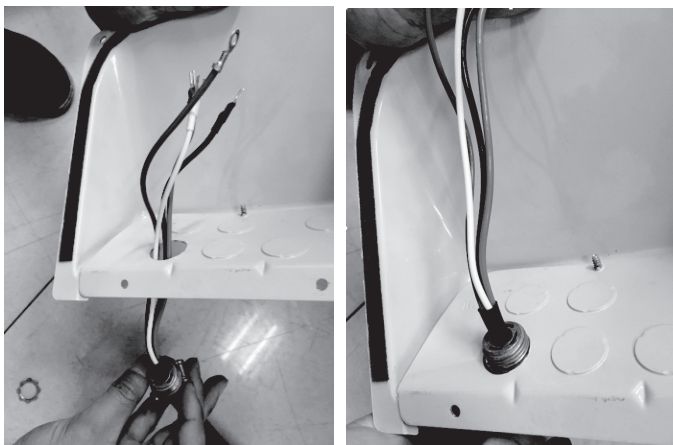

**Fig. 8.7**
1. Retirez les vis du couvercle du câblage électrique du condenseur extérieur, tel qu'indiqué sur l'image ci-dessous et la **Fig.8.7**, et retirez-le.
**TOUS LES CÂBLAGES DOIVENT ÊTRE INSTALLÉS EN RESPECTANT RIGOREUSEMENT LE SCHÉMA DE CÂBLAGE SITUÉ À L'INTÉRIEUR DU COUVERCLE DES CÂBLES DU CONDENSEUR EXTÉRIEUR, COMME INDIQUÉ SUR LA FIGURE 8.7.**